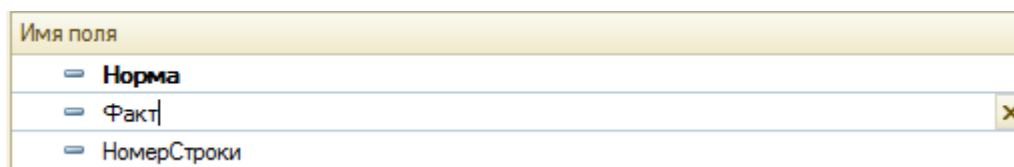

Рисунок 8.20 Переименование полей
8. Перейти на закладку Объединения/Псевдонимы, переименовать поля ЗначениеПериодДействия - Норма, ЗначенияФактическийПериодДействия - Факт , НачисленияДанныеГрафика.НоменСтроки – НомерСтроки (рис.8.20). Нажать ОК.